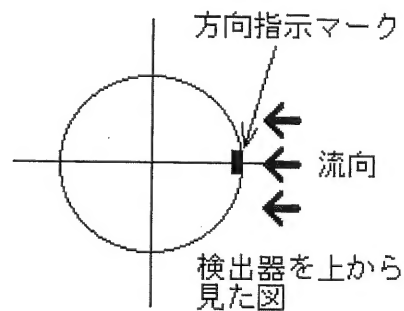

図2
- ②LCD 20文字4行の液晶表示器です。操作及び測定はここに表示されます。
- ③キースイッチ 電源以外の操作は全てこの16キースイッチにて行います。
- ④INPUT 検出器を接続するコネクタです。検出器接続ケーブルを接続して下さい。
- ⑤DC IN ACアダプターを接続するコネクタです。
- ⑥RS232 付属のパソコン接続ケーブルを接続するコネクタです。データをパソコンに転送します。
9. 2 検出器 LPT-200-09PS (付図2参照)
検出器の方向指示マークと流れの方向は図2の様になっています。